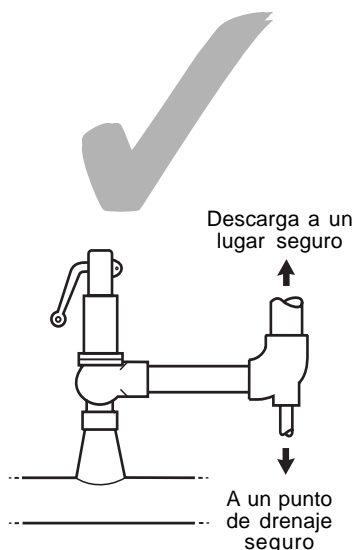

Fig. 3
- 5.8** En aplicaciones en las que la tubería de salida está dirigida hacia arriba, se debe proveer de una purga en el punto más bajo de la tubería de salida (Fig. 3). Esta purga se debe situar en un lugar apropiado, de manera que si se produce cualquier descarga, no provoque ningún tipo de riesgo.